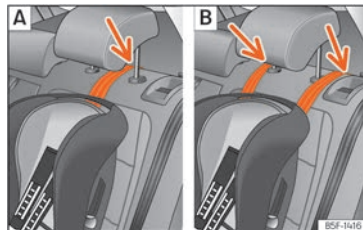

Fig. 40 Seients del darrere: ajust i muntatge en funció del cinturó Top Tether.
- Col·loqueu la corretja per sota del reposacaps (en funció de les instruccions de la cadira, aixequiu o retireu el reposacaps si és necessari) »» fig. 40.